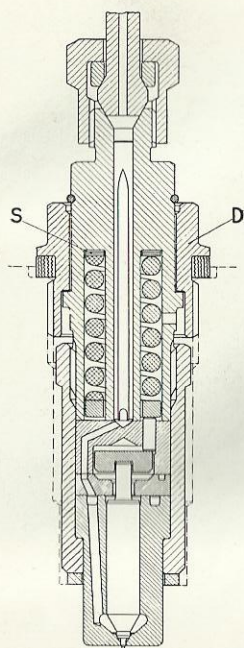

Fig. 29. - Coupe d'un injecteur.
- Déposer les injecteurs en dévissant leur écrou de fixation (D, fig. 29).